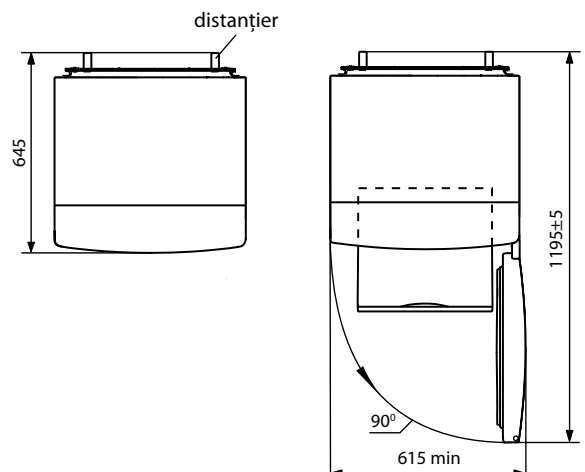

Figura 2 — Frigider (vederea de sus)
**1.6** Spațiul total necesar pentru funcționarea frigiderului se determină de dimensiunile, indicate în milimetri în figura 2. Pentru extragerea liberă a componentelor din frigider este necesar de deschis ușa la unghiul nu mai mic de 90°. Pentru a evita deteriorarea, ușile nu trebuie lăsate să se deschidă mai mult de 180°.